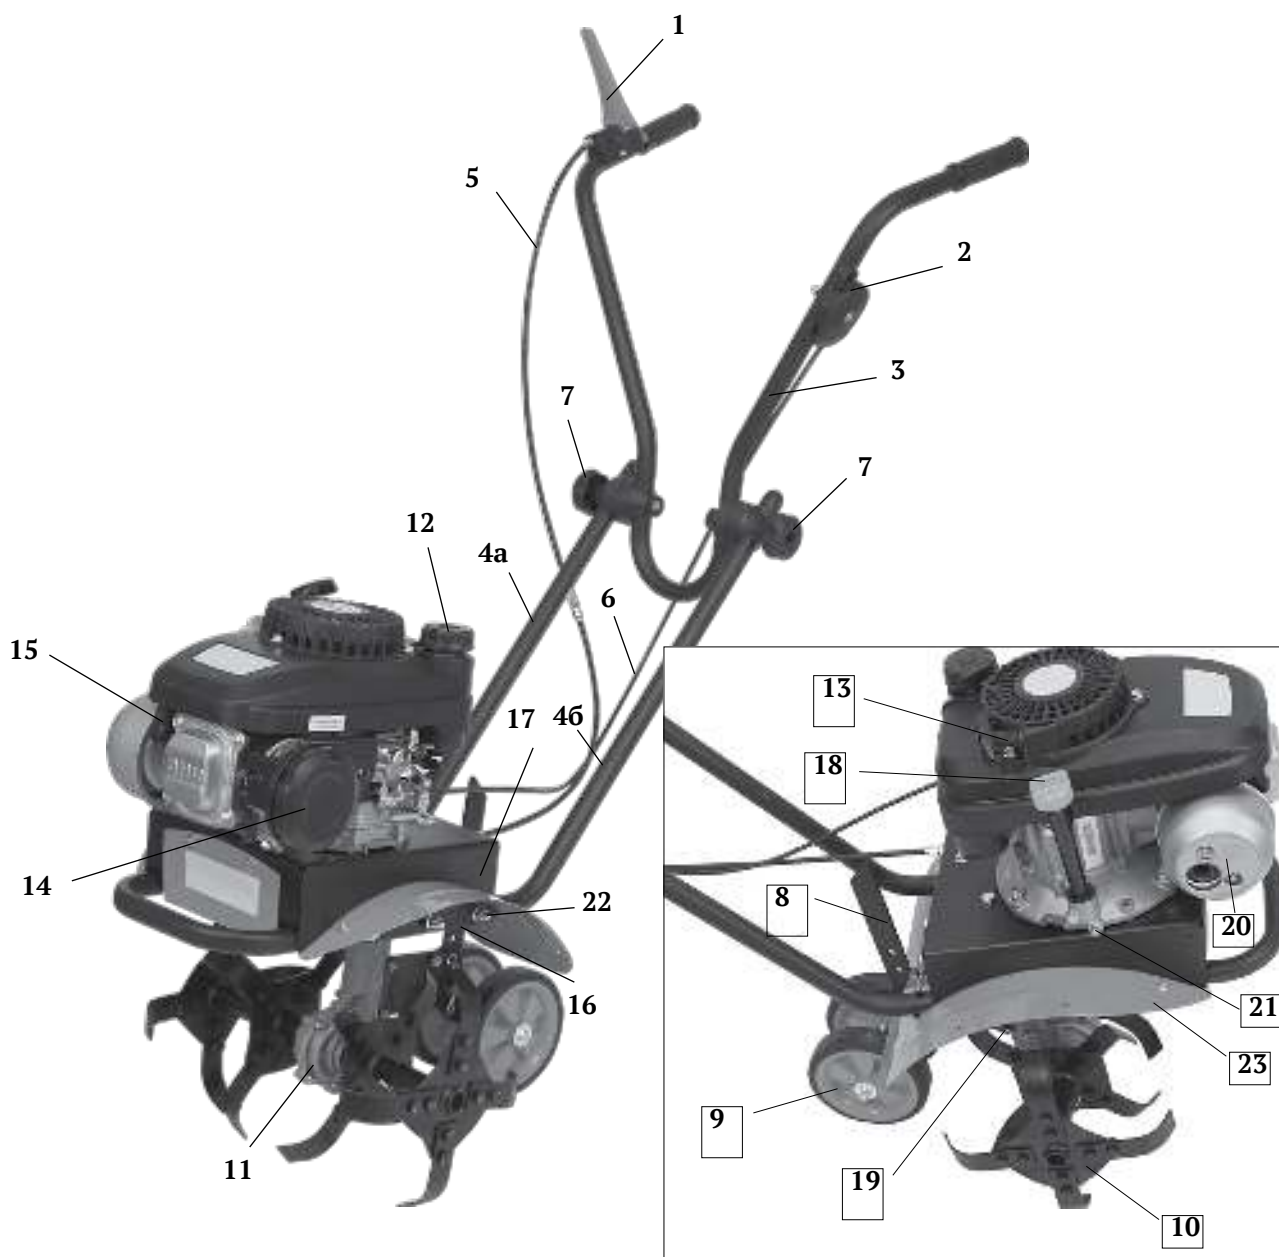

рис. 1
## 2.4 Общий вид культиватора представлен на рис.1
Двигатель культиватора закреплён на корпусе привода (рис.1 поз.17). Коленчатый вал расположен вертикально, что упрощает передачу крутящего момента, ремённой передачей, на червячный вал. Передача вращения с ведущего шкива (на коленчатом валу) на шкив ведомый (на червячном валу) осуществляется поликлиновым ремнём. При нажатии на рычага управления приводом фрез (рис.1 поз.1), ролик прижимного механизма натягивает ремень и ведомый шкив с червячным валом начинает вращаться. Червячная шестерня с валом редуктора передаёт вращение на фрезы культиватора (рис.1 поз.10).
- открутив гайку, вынуть ось крепления (рис.1 поз.22) из основания (рис.1 поз.17);
- вставить нижние рукоятки (рис.1 поз.4а и б) в основание до совмещения крепёжных отверстий рукояток и оси крепления;
- прикрепить верхнюю рукоятку к нижним двумя фиксаторами (рис.1 поз.7), не закручивая их до упора;
Для транспортировки культиватора сошник (в сборе с колёсами) крепится двумя болтами к кронштейну (рис.1 поз.16) колёсами вниз.
- вытянув на всю длину тросы управления карбюратором (рис.1 поз.6) и привода фрез (рис.1 поз.5), убедиться, что они не запутаны и не повреждены;
- раскрутить винтовое соединение блока управления карбюратором (рис.1 поз.2)
- раскрутить винтовое соединение рычага привода фрез (рис.1 поз.1);
**Внимание!** Установку и первоначальную регулировку тросов привода фрез (рис.1 поз.5) и управления карбюратором (рис.1 поз.6) рекомендуется провести в сервисном центре или доверить квалифицированному специалисту.
Выкрутите пробку-щуп (рис.1 поз.18) из маслозаливной горловины и залейте в картер масло необходимой марки до нижнего края горловины. Вставьте сухой чистый щуп в горловину картера и выньте его. Проверьте уровень масла: граница смоченной области щупа должна располагаться между отверстиями минимального и максимального уровней.
### 5.4 Заполнение маслом червячного редуктора (рис.1 поз.11)
- выкрутить шестигранным ключом пробку (рис.1 поз.19);
Открутите крышку топливного бака (рис.1 поз.12). Заливайте бензин (используя воронку из комплекта поставки) в топливный бак не более чем на 1 см ниже уровня основания заливной горловины. Перед запуском двигателя тщательно протрите крышку бензобака, удалив возможные при заправке брызги топлива.
Перед запуском убедитесь, что рычаг привода фрез (рис.1 поз.1) не нажат.
- установить рычаг блока управления карбюратором (рис.1 поз.2) в положение «START/MAX» (при этом дроссельный рычаг в положении «открыт», а воздушная заслонка в положении «закрыто»);
- медленно потяните за рукоятку стартера (рис.1 поз.13) до появления сопротивления, а затем резким движением вытяните трос на всю длину. Повторите действие ещё
После прогрева двигателя в течение 10-40 секунд (в зависимости от начальной температуры), перевести рычаг управления карбюратором (рис.1 поз.2) в положение «MIN». При этом воздушная заслонка автоматически полностью откроется.
- перевести рычаг регулировки карбюратором (рис.1 поз.2) в положение «STOP».